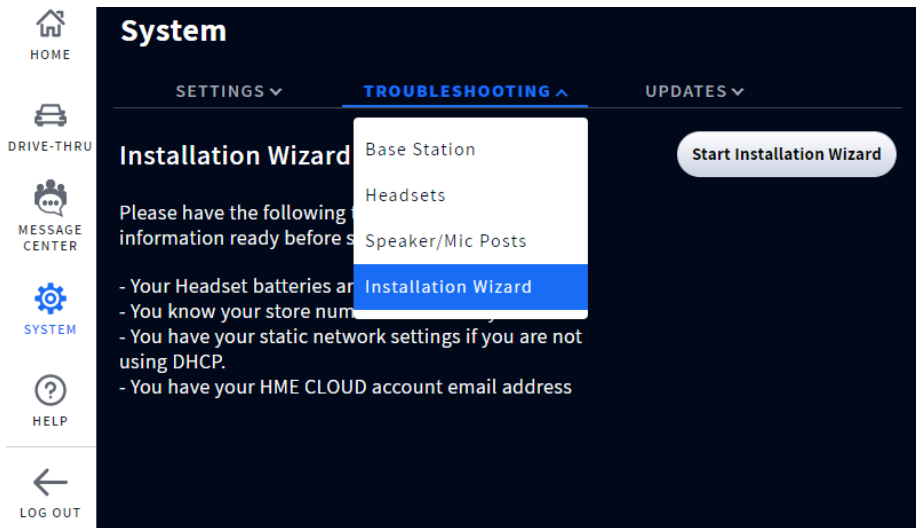

Fig. 3.7
**Nota:** si sale accidentalmente del asistente de instalación y necesita regresar. INICIE SESIÓN en el sistema, vaya a SISTEMA, y luego a la pestaña SOLUCIÓN DE PROBLEMAS y seleccione Asistente de instalación en el menú desplegable. Toque el botón Iniciar asistente de instalación para comenzar (vea fig. 3.7).